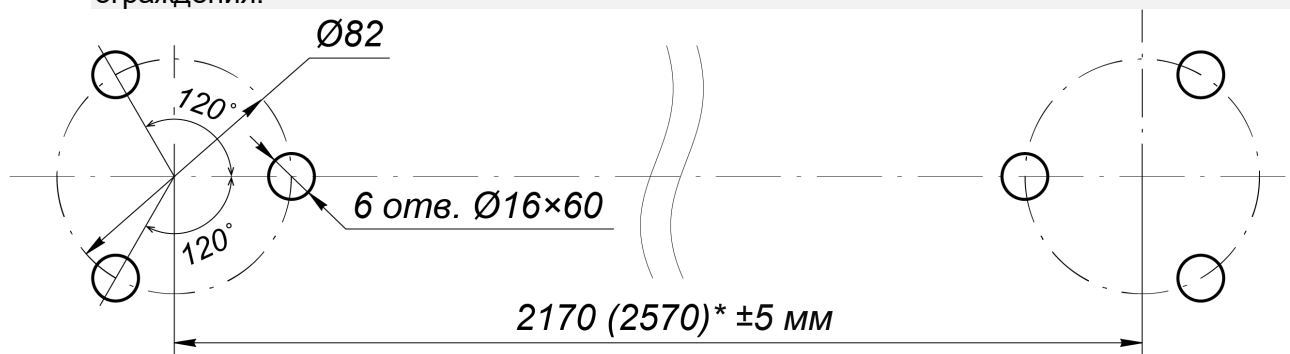

Рисунок 16. Схема разметки отверстий для установки двойной распашной секции ограждения с магнитным УБ¹
2. Разметьте и просверлите отверстия на установочной поверхности под анкеры М10 в соответствии со схемой разметки (рис. 16). Сначала размечаются центры установки стоек секции ограждения, затем от них размечаются точки крепления стоек, допускается использование в качестве шаблона непосредственно самих фланцев стоек.